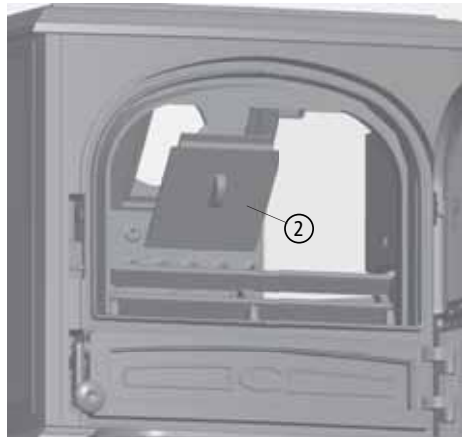

Abb. 3.4 Revisionsdeckel im Brennraum
- ② Revisionsdeckel (siehe Abb. 3.4) in der Brennraum-Rückwand entnehmen,
- ③ den oben in der Deckplatte befindlichen Blinddeckel von unten durch die Revisionsöffnung demontieren - mittig verschraubt mit VA-Sechskantmutter M6, SW 10 mm,
- ④ den auf der Rückwand montierten Rohrstutzen lösen - seitlich verschraubt, 2 x VA-Sechskantschraube M6, SW 10 mm - und den Rohrstutzen entnehmen,